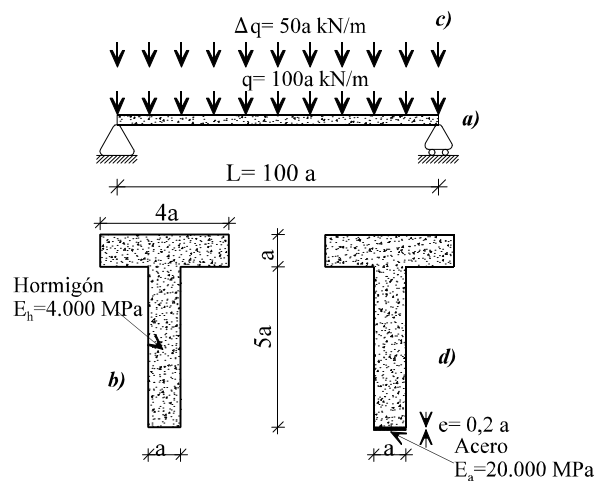

Figura 4
12) La viga de la figura 4 es de rigidez variable y desconocida. Experimentalmente medimos los movimientos v_C , v_D y θ_B producidos por la carga P de la figura 4a. Se pide escribir (en función de P , v_C , v_D y θ_B) la expresión de la flecha v_C^* en C para las cargas de la figura 4b.